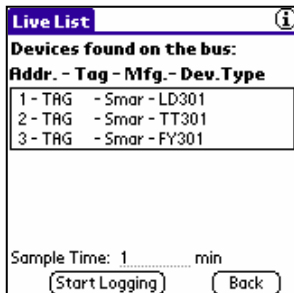

Figura 12 - Live List Screen
1. Na tela da Live List, entre com a amostra de tempo desejada em minutos (Figura 12). O valor padrão é 1.